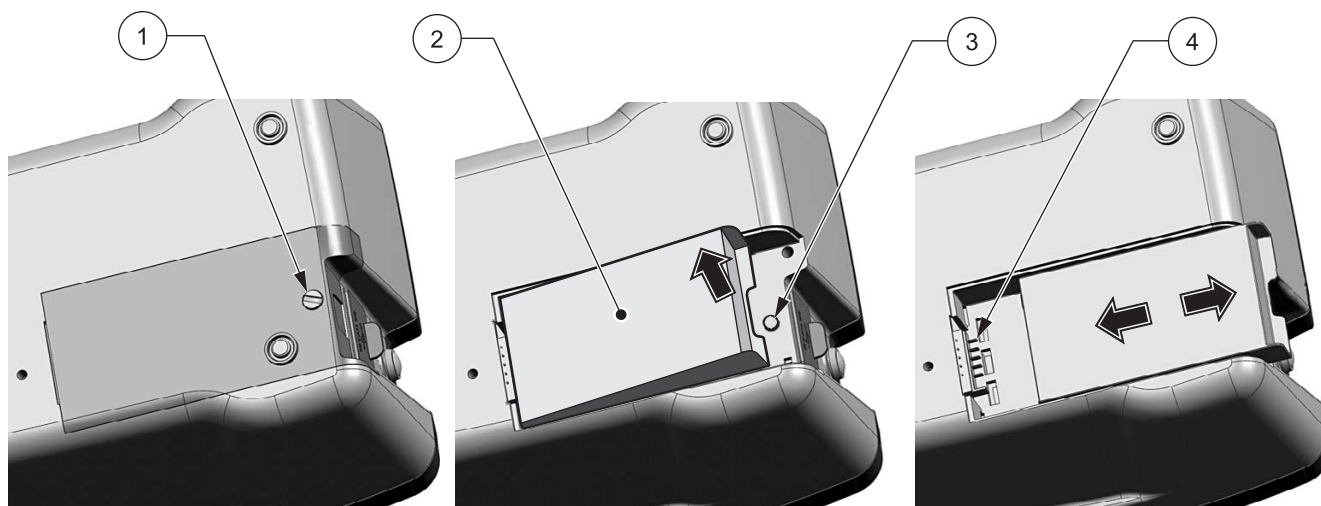

Figura 9 Sustitución de baterías
7. Saque la batería usada levantando el extremo sobre el tornillo de la tapa y estirando (Figura 9).
7. Si está puesta, saque la batería (Figura 9 en la página 65).